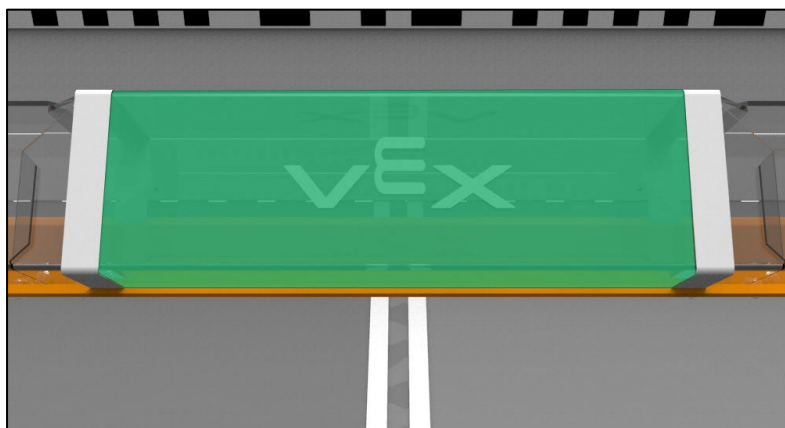

图 CZ-1: Long Goal 上的 Control Zone 是两条白色胶带中间的空间 (绿色高亮标注)
- **Long Goal** – Long Goal 上的 Control Zone 是两条白色胶带中间的空间 (图 CZ-1 中绿色高亮标注)，最多可容纳 3 个 Blocks。